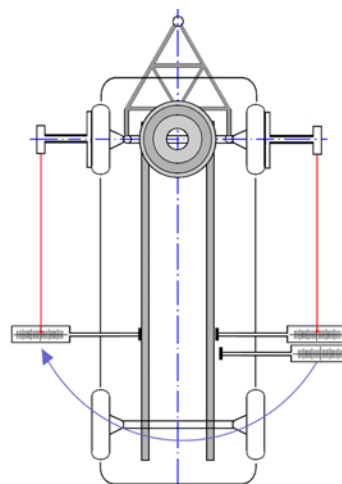

Fig. 13
- Applicare una scala magnetica su un lato del telaio del veicolo. (Fig. 13)